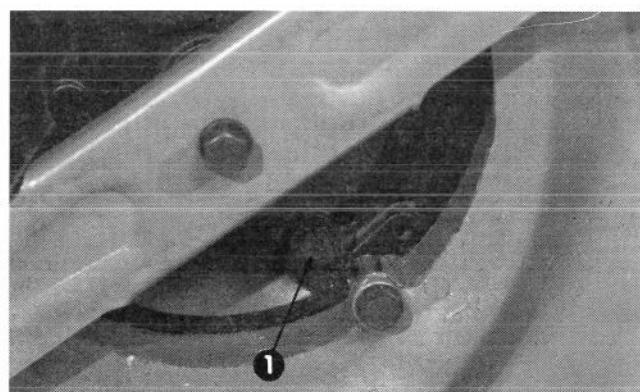

Figure 24
3. Basculez la tondeuse sur son côté gauche et faites tourner la lame de façon à donner accès au bouchon de vidange d'huile (Fig. 24).
4. Nettoyez la surface autour de bouchon. A l'aide d'une clé à fourches de 7/16 pouce, enlevez le bouchon de vidange (Fig. 24). Ramenez graduellement la tondeuse à sa position normale afin de permettre à l'huile de couler dans le bac.